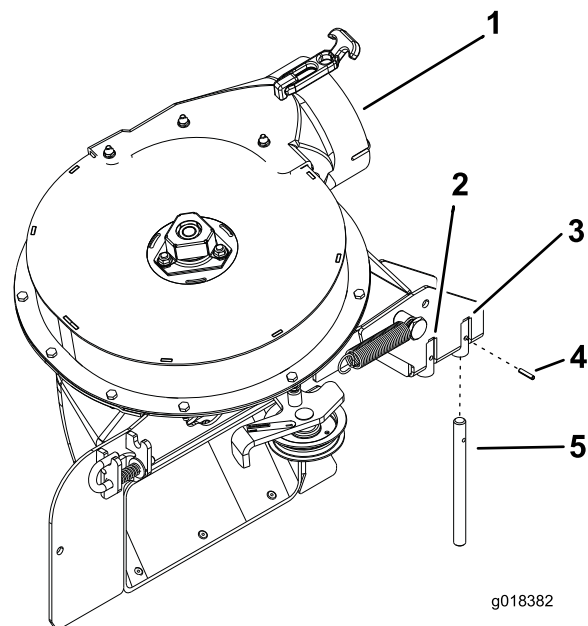

Figure 34
Vérifiez que l'axe de pivot est fixé au bon emplacement sur le ventilateur (Figure 34).
- Si vous possédez un plateau de 122 ou 132 cm, placez l'axe de pivot dans le trou avant (Figure 34).
- Si vous possédez un plateau de 152 cm, placez l'axe de pivot dans le trou arrière (Figure 34).